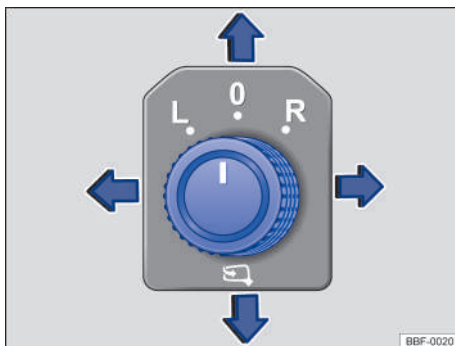

Fig. 81 En la puerta del conductor: mando giratorio de ajuste de los espejos retrovisores eléctricos.
- Girar la perilla en la puerta del conductor hasta el símbolo deseado → fig. 81.